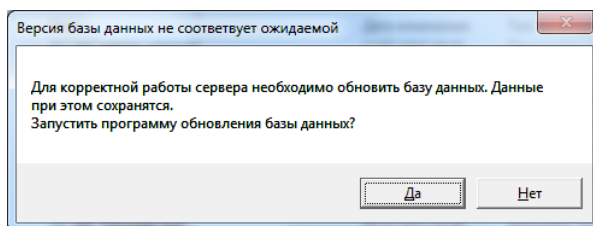

Рис. 3.24. Обновление базы данных
8. Запустите файл MS_Server.exe и в открывшемся окне с предложением обновить базу данных нажмите кнопку *Да* (рис. 3.24).